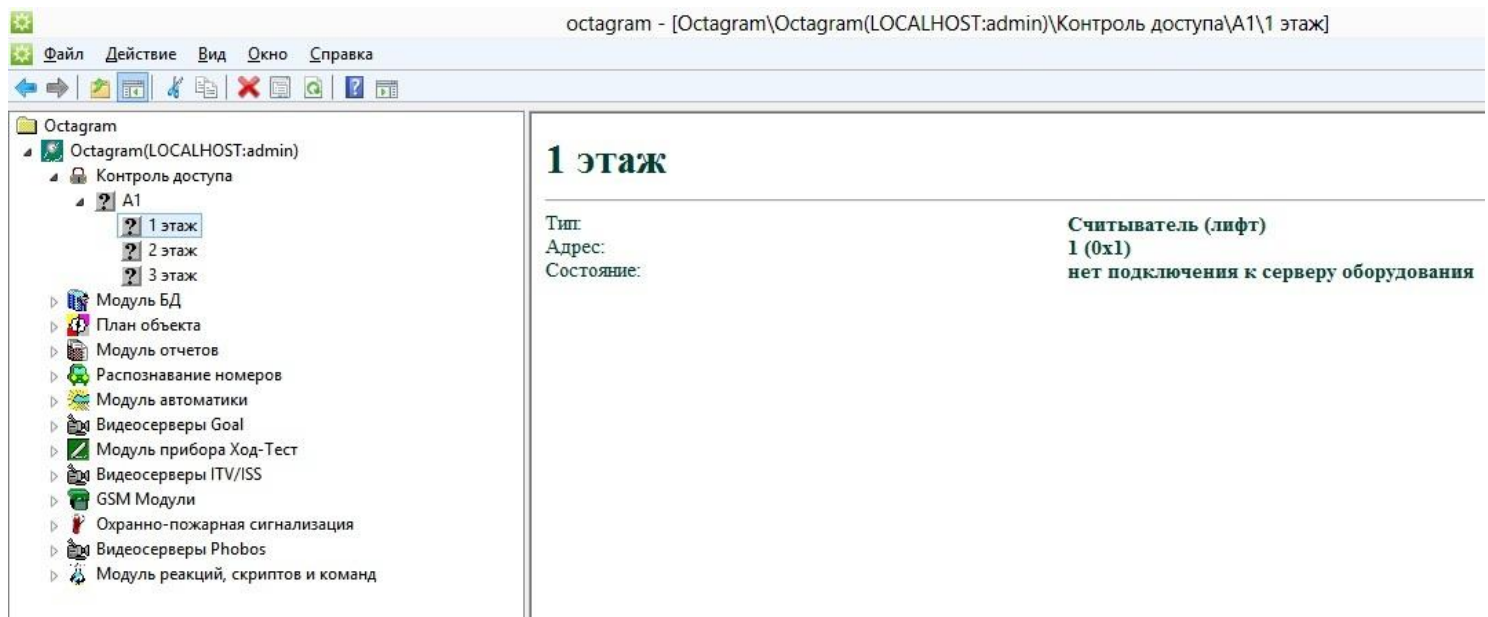

Рисунок 16
- Произведите поиск устройств в ПО Octagram Flex. В дереве компонент программы должны появиться контроллер и все подключенные к нему адресные модули (Рисунок 16).